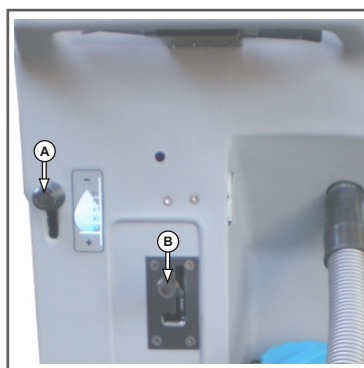

Figura 21
- . Selecione o volume de água desejado por meio da alavanca do nível de água (**figura 21, letra A**);
- . Abaix o rodo através da alavanca (**figura 21, letra B**);